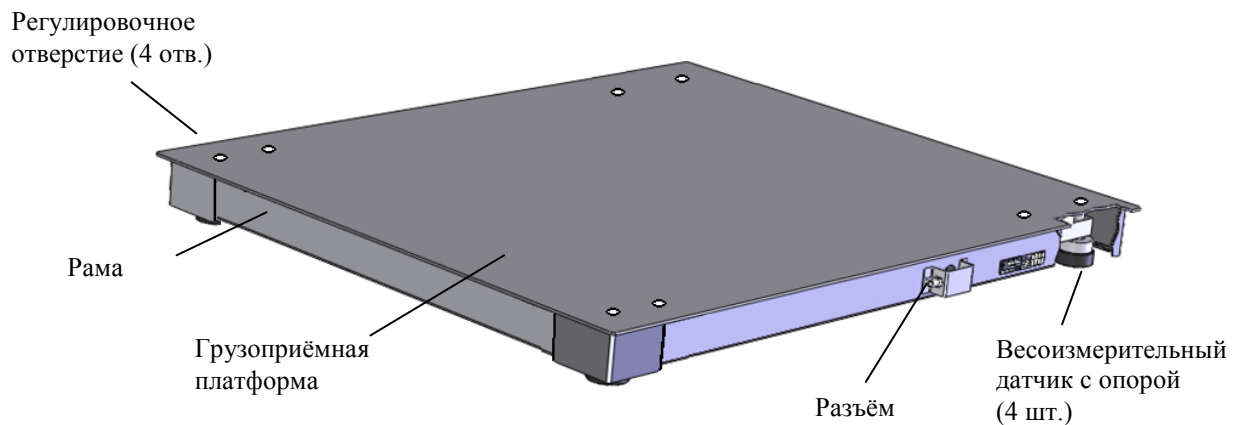

Рис. 9.1 - Модуль взвешивающий 4D-PM_
9.1.1 Модуль представляет собой единую конструкцию из рамы и грузоприёмной платформы. В состав модуля входят четыре цифровых весоизмерительных датчика с опорами (Рис. 9.1).